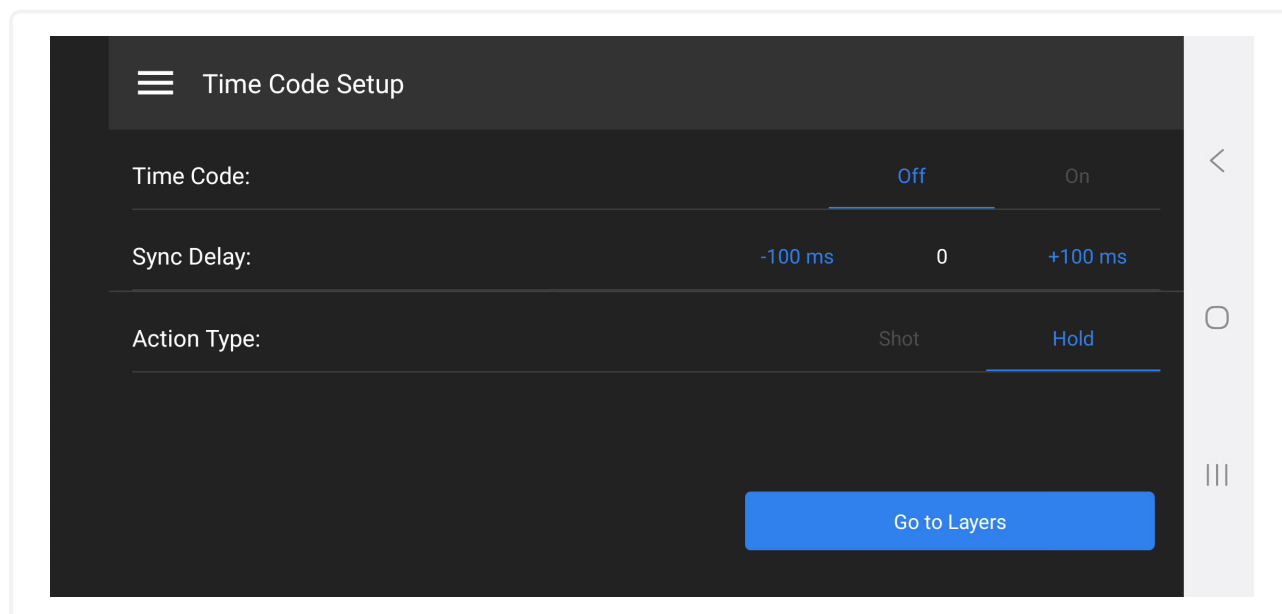

Рис. 58: Экран включение режима Time Code
2. Включить режим Time Code (см. рис. 58) (по умолчанию режим выключен, нажмите на значение On включено)